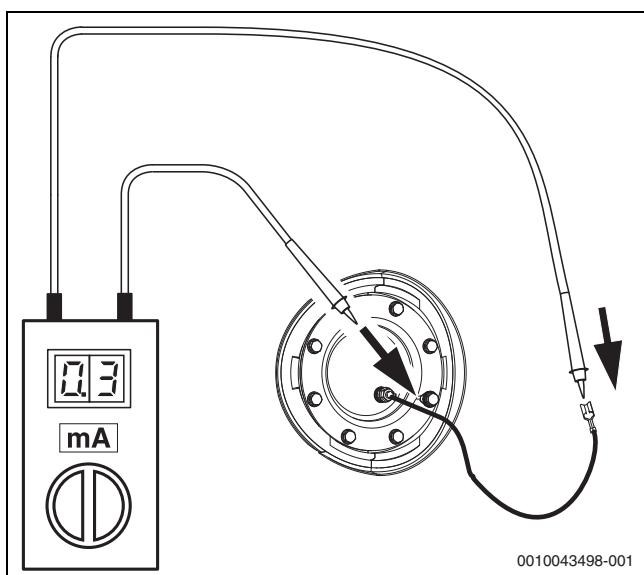

Bild 46
Bei isoliert montierten Magnesiumanoden zusätzlich möglichst jährlich den Schutzstrom mit dem Anodenprüfer messen (→ Abb. 46). Der Anodenprüfer ist als Zubehör erhältlich.
- Übergangswiderstand zwischen dem Schutzleiteranschluss und der Magnesium-Anode prüfen. Wenn der Anodenstrom < 0,3 mA beträgt, Magnesiumanode austauschen (→ Abb. 46).